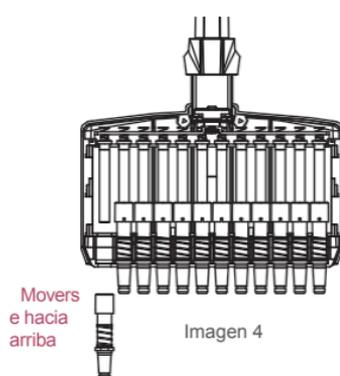

Imagen 4
2. Suelte con cuidado el pistón del riel superior y muévalo hacia arriba para retirar hacia arriba. (imagen 4).